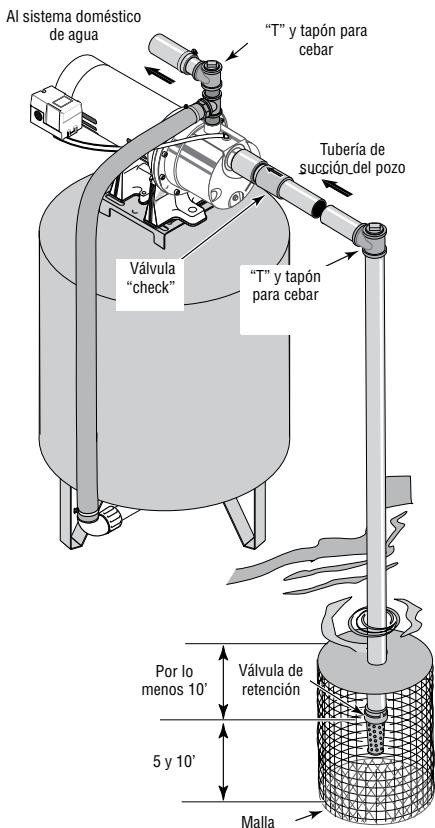

Figura 3: Instalación para agua superficial
Instalación para agua superficial (Figura 3)
2. Instale una válvula de retención y la tubería de succión (vea la Figura 3). Asegúrese de que la válvula de retención funcione libremente. Utilice cinta sellante de PTFE para roscas de tubería o un compuesto a base de PTFE especial para juntas de tuberías den las juntas roscadas de la tubería. Proteja la conexión de la válvula de retención de peces, basura, etc., con la instalación de una malla de alambre a su alrededor (vea la Figura 3).
4. Instale una "T" para cavar, tapón para cavar y la tubería de succión a la bomba (vea la Figura 3). Soporte la tubería para que no haya inclinaciones verticales o hundimientos en ella a fin de que no ejerza tensión sobre el cuerpo de la bomba y con el propósito de que no se incline ligeramente hacia arriba desde el pozo hacia la bomba (los puntos altos pueden ocasionar que se formen bolsas de aire que pueden bloquear la bomba). Selle las juntas de la tubería de succión con cinta sellante de PTFE para roscas de tubería o con un compuesto a base de PTFE especial para las juntas de las tuberías. Las juntas deben ser a prueba de agua o estar herméticamente cerradas. Si la tubería de succión pudiera succionar aire, la bomba no podrá sacar agua del pozo.